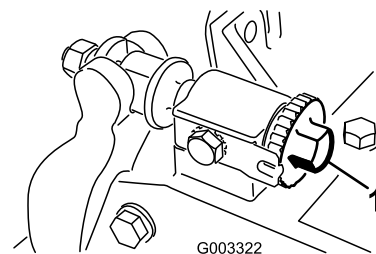

Figura 30
1. Reduzca el contacto entre el molinete y la contracuchilla girando los pomos de ajuste de la contracuchilla (Figura 30) en el sentido contrario a las agujas del reloj hasta que no exista contacto alguno.